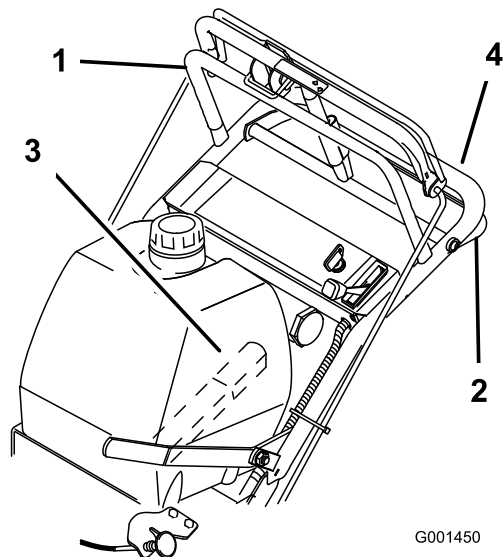

Figure 8
1. Sélectionnez une vitesse de marche avant (Figure 8).
3. Appuyez lentement sur la barre de commande supérieure pour avancer (Figure 8).
Pour vous déplacer en ligne droite, appliquez une pression égale aux deux extrémités de la barre de commande supérieure (Figure 8).
Pour tourner, relâchez la pression sur le côté de la barre de commande supérieure dans la direction que vous voulez prendre (Figure 8).
3. Rapprochez lentement la barre de commande inférieure de la poignée inférieure pour vous déplacer en marche arrière (Figure 8).